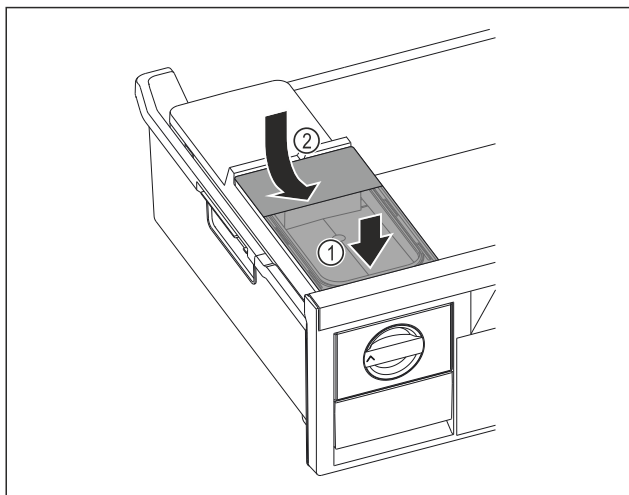

Fig. 99
- Colocar el depósito de agua por delante. Fig. 99 (1)
- Bajar el depósito de agua por detrás. Fig. 99 (2)